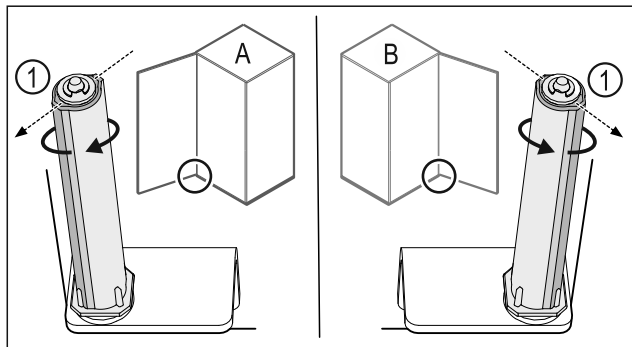

Fig. 49 Linksanschlag (A) / Rechtsanschlag (B)
- Schließsystem gegen den Widerstand drehen, bis der Steg des Schließsystems Fig. 49 (1) nach außen zeigt.